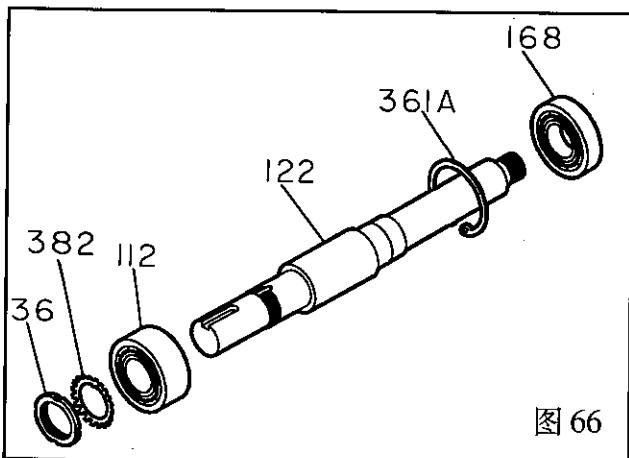

图 66
8. 拧下轴承锁紧螺母(136)和锁紧螺片(382)(图66)。